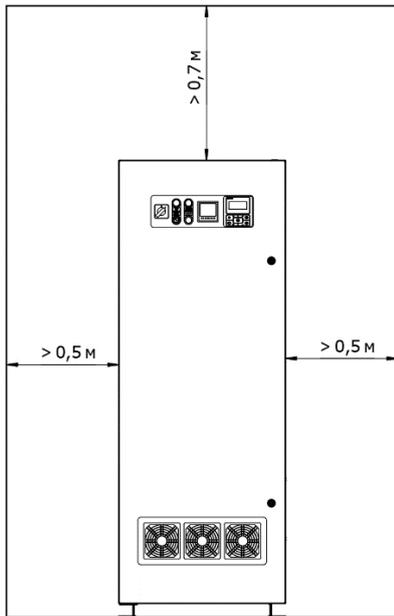

Рис. 3
- закрепить блок коммутации и управления на стене, соблюдая минимальные расстояния, указанные на рис. 3;